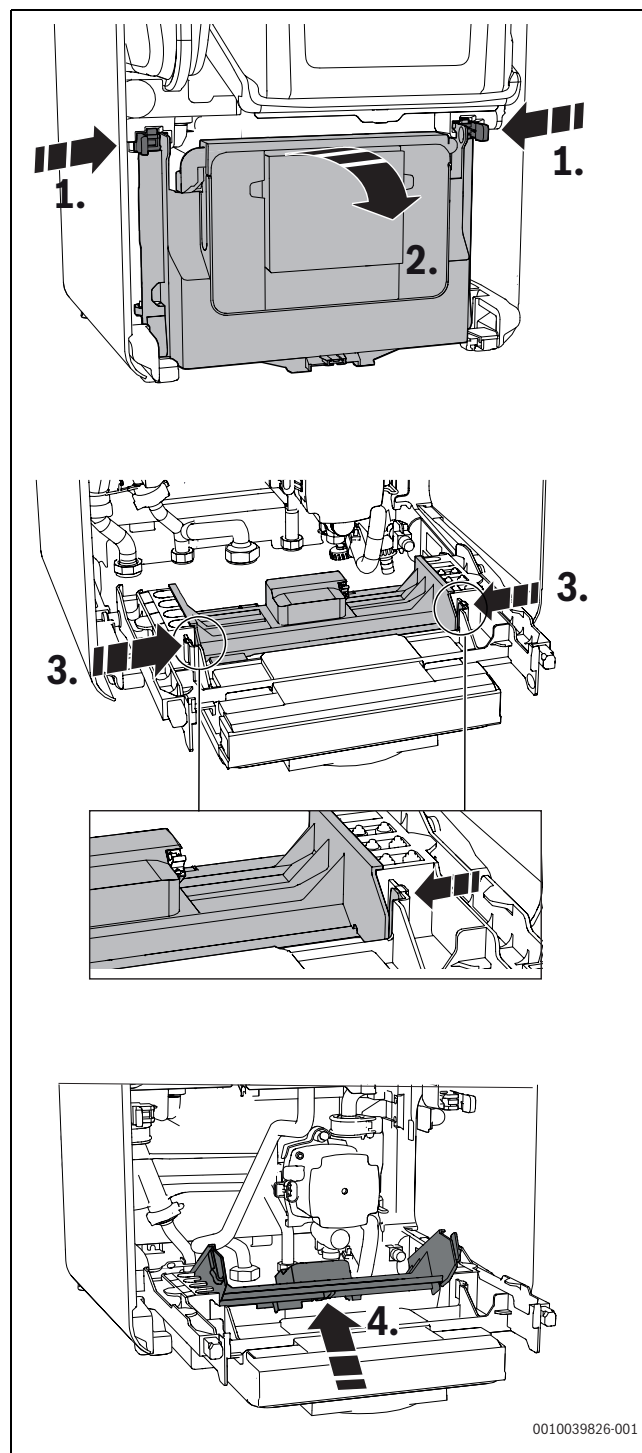

Fig. 18 Ouvrir l'appareil de commande
▶ Rabattre l'appareil de commande (→ fig. 18).